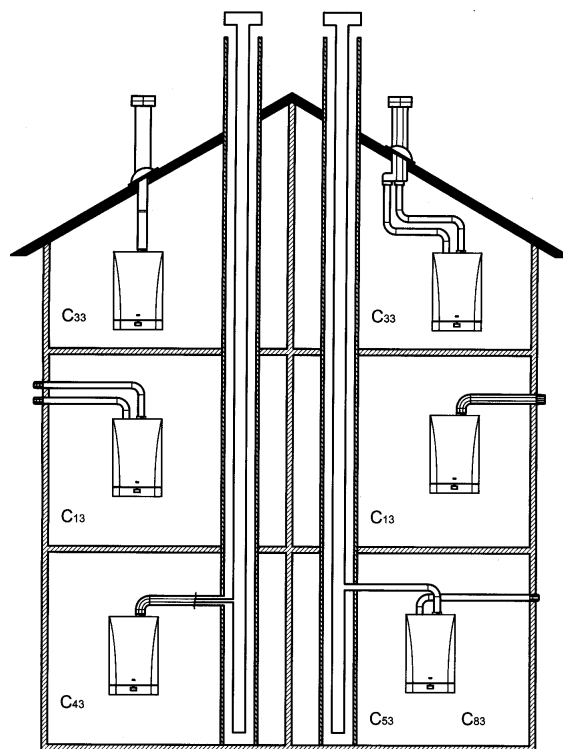

Abbildung 7
12.1 ÄNDERUNG DER VENTILATORDEHZAHL (RPM) JE NACH LÄNGE DER ABGASLEITUNGEN (BEISPIELE ABB. 7)